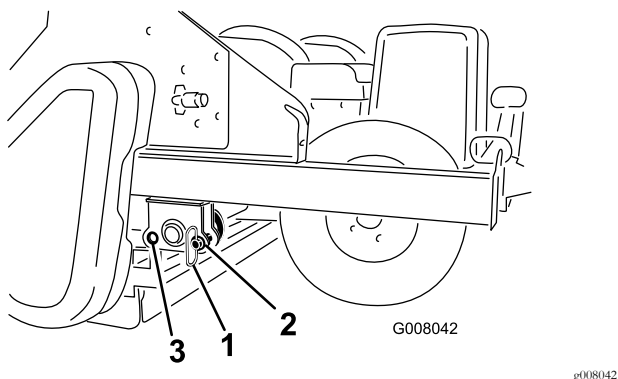

图20
7. 在操作中从前孔位置拔下存储销并将其插入后孔位置图20。